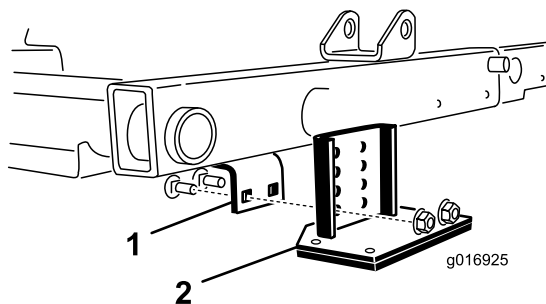

Figura 30
2. Localice el soporte del bastidor encima de la unidad de corte central (Figura 30).
3. Presione hacia abajo sobre el rodillo delantero de la unidad de corte central, y determine qué taladros del soporte basculante quedan alineados con los taladros del soporte del bastidor para obtener el mismo contacto del rodillo al instalarse el soporte basculante (Figura 30).
4. Baje las unidades de corte y monte el soporte basculante en el bastidor con los 2 pernos de cuello cuadrado y las 2 tuercas suministrados con el kit (Figura 30).